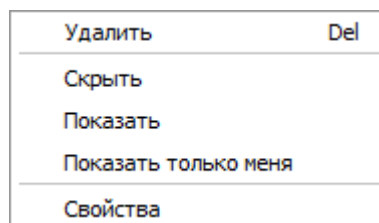

Рис. 153
16.6.9.1. Контекстное меню элементов раздела «Источники» в дереве «Конфигурация» показано на рис. 153.